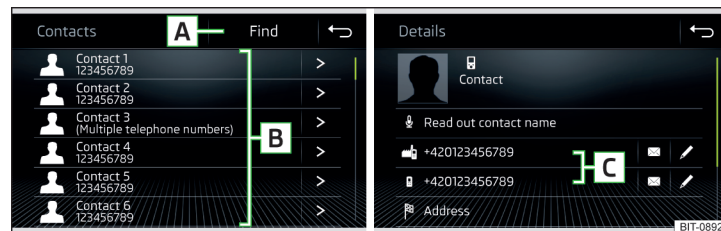

Fig. 154 Lista contactelor telefonice/detailele contactului
- În meniul principal *Telefon*, atingeți suprafața de comandă funcții ☞, se afișează o listă a contactelor telefonice » fig. 154.